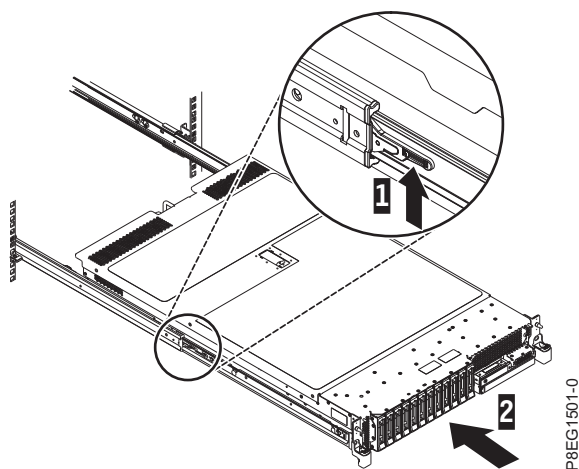

Figura 8. Levante los pestillos de liberación y empuje el servidor en el bastidor
3. Levante los pestillos de liberación azules (1) de los rieles deslizantes y empuje el servidor (2) totalmente hacia el interior del bastidor hasta que quede encajado en su sitio. Para obtener detalles, consulte la Figura 8.